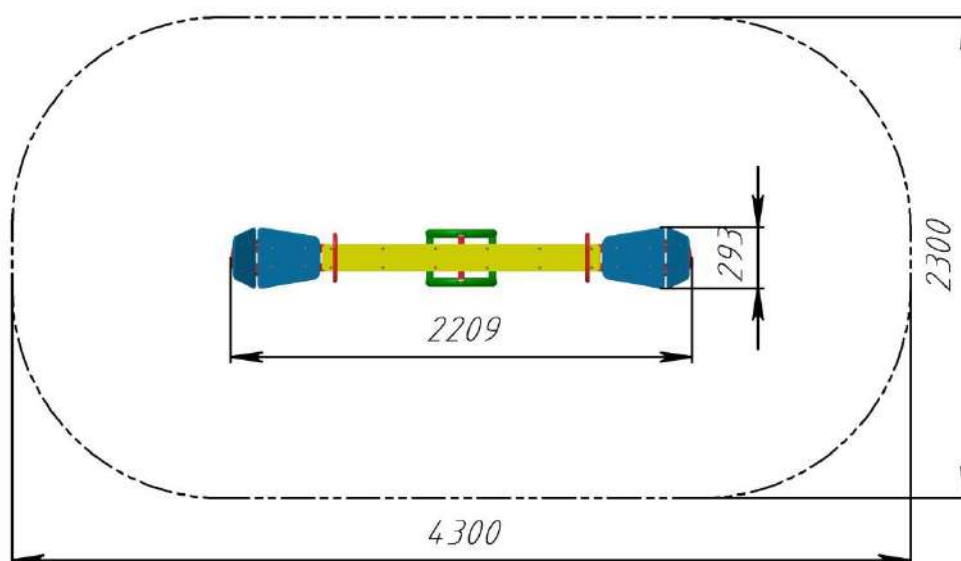

Рис.2 Безопасная зона приземления балансира РТР 012.01
3.5. Монтаж балансира проводится на ровном месте в соответствии с планировкой размещения всего оборудования площадки. При монтаже необходимо обеспечить безопасную зону приземления вокруг балансира в соответствии с рис. 2.